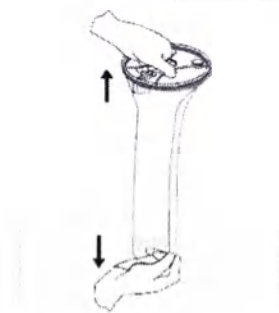

Рисунок 1.2.
1.1.2. Поместить Гелеобразующий агент в Пакет для аспирации через отверстие пробоотборного канала (рисунок 1.2.) – при необходимости.